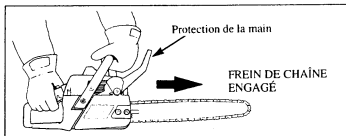

Figure 4
- Un dispositif pour arrêter la chaîne. Figures 4 et 5.